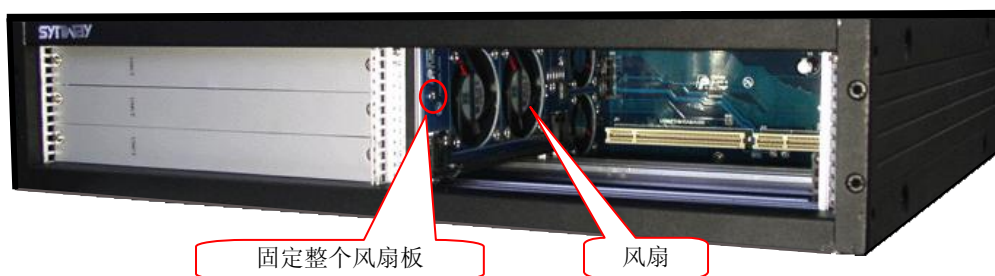

图 2-10 2U 机箱风扇位置图
Step1: 取出 SCU 中央主控板。从图 2-10 中，可以看到交换机的风扇。
Step2: 拧下图 2-10 中的风扇板螺丝，抽出故障风扇板。